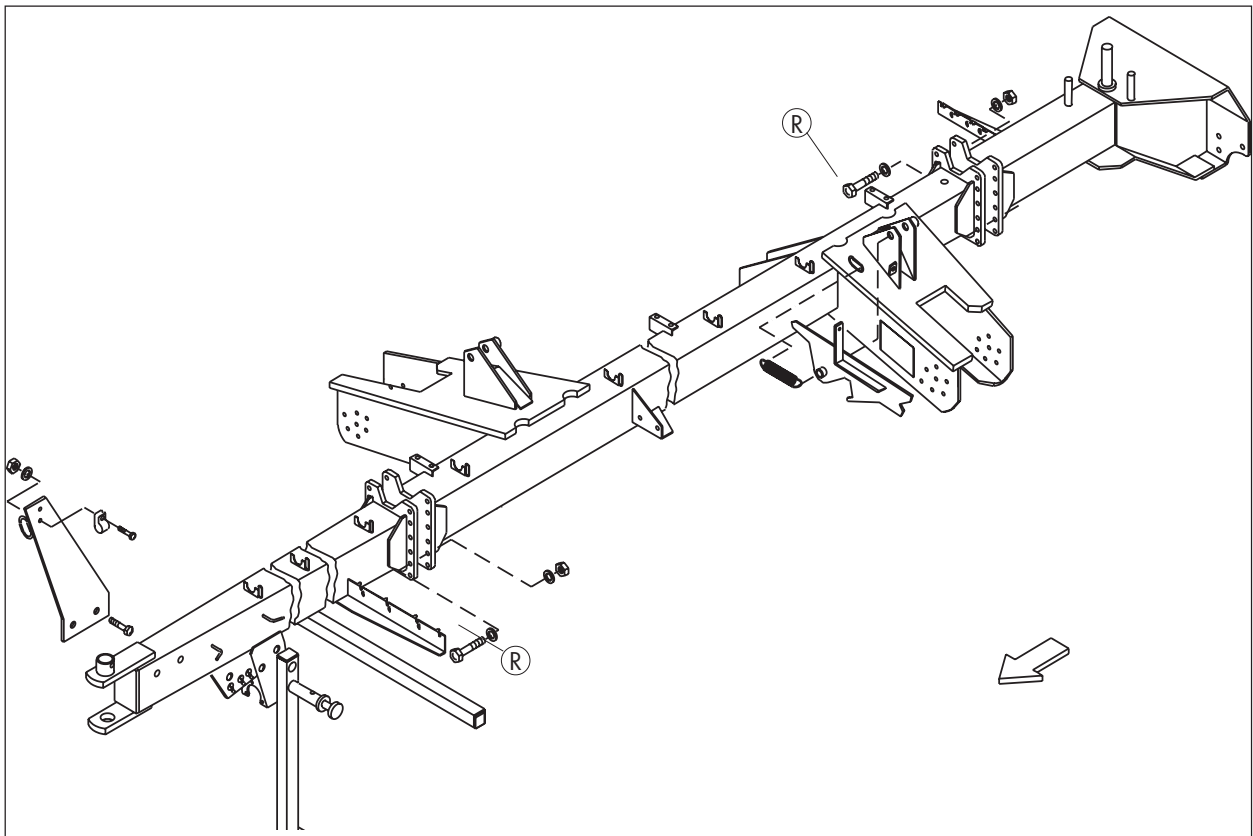

Fig. 3-1
Unir les trois supports latéraux avec les boulons (R) M16 (fig. 3-1).